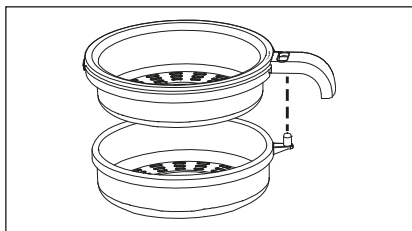

Abb. 1
- ◆ Setzen Sie den Siebaufsatz **4/5** zusammen. Legen Sie die beiden Teile dazu so übereinander, dass der Regler **6** durch die entsprechende Öffnung des Oberteils **4** ragt (Abb. 1). Drücken Sie beide Teile zusammen, bis sie einrasten.